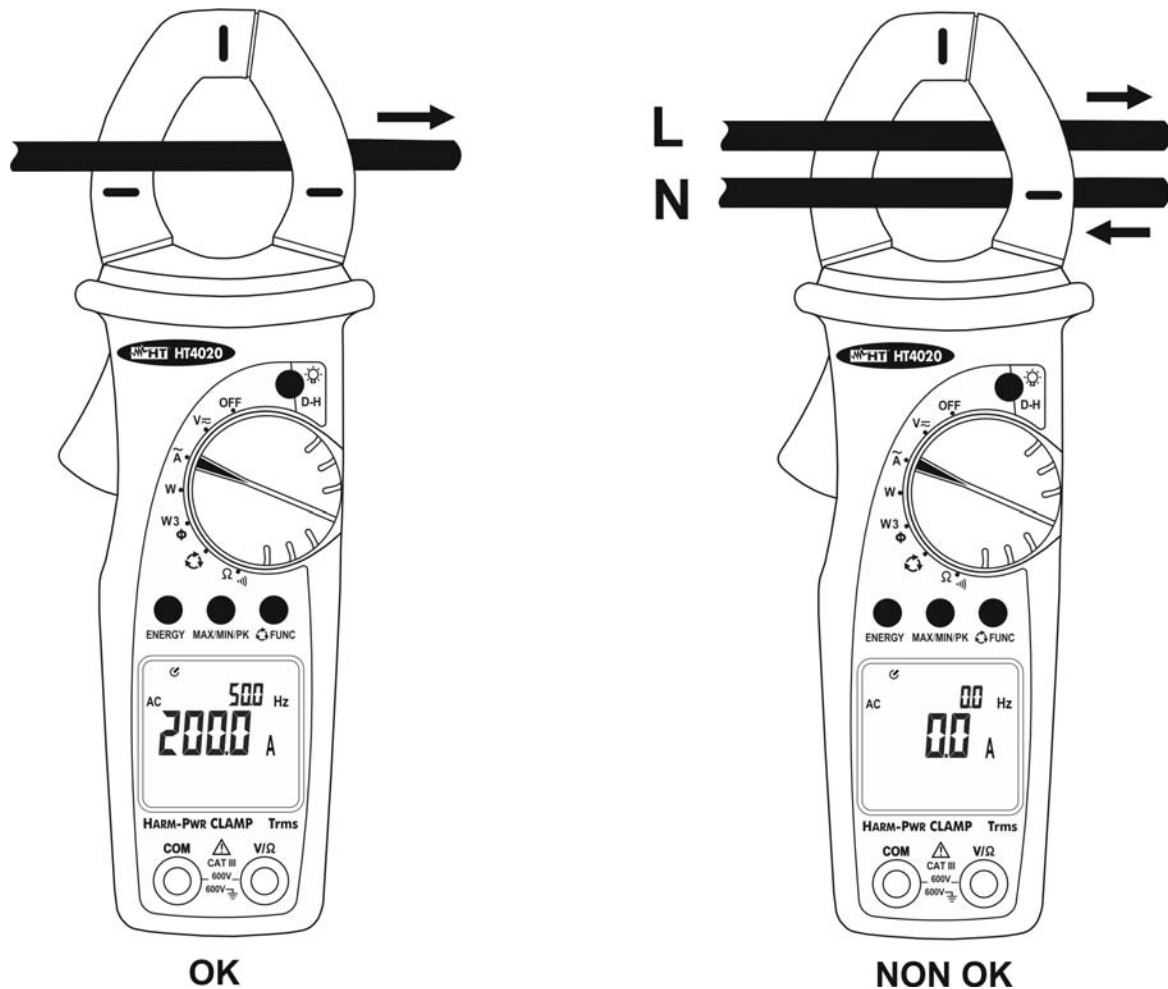

Fig. 8: Uso dello strumento per misura di corrente AC
2. Aprire il toroide ed inserire un singolo cavo al centro del medesimo (vedere § 4.1.2 e Fig. 8). Il valore della corrente e della frequenza sono rispettivamente visualizzati sul display principale e secondario